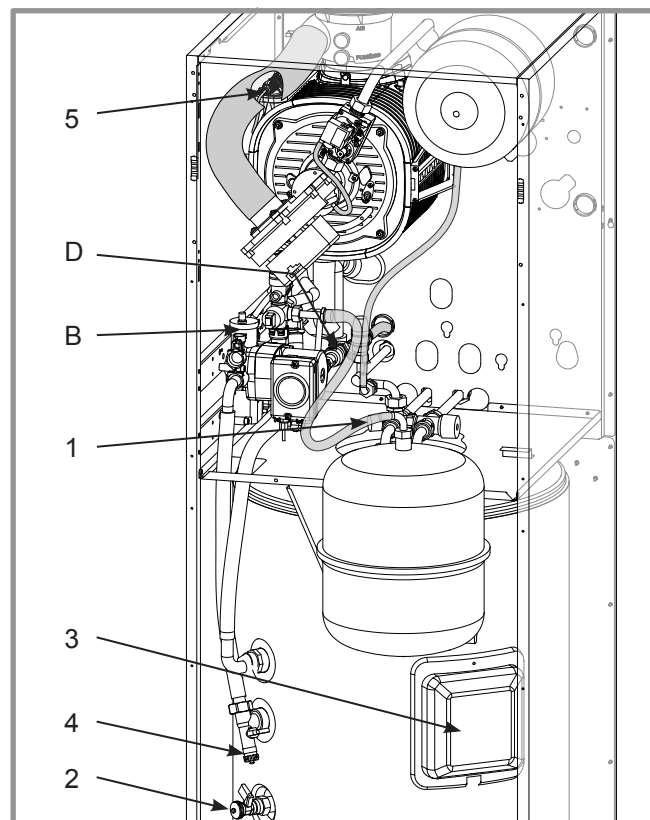

figure 52 - Vannes et purgeur
(figure 52, page 45, rep. 4).
- Ouvrir le purgeur de la chaudière (figure 52, rep. 5).